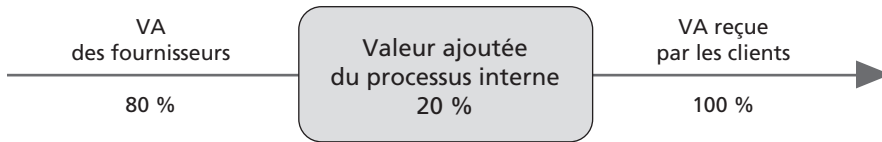

Figure 24 – Différentes valeurs ajoutées d'un flux industriel
La figure 24 montre les pourcentages de valeur ajoutée (VA) par les différents acteurs. Par exemple, dans l'automobile, 80 % de la valeur ajoutée vient des fournisseurs et 20 %, du processus interne. Il est donc évident que cette entité doit, pour être sous assurance qualité, s'assurer de la mise sous assurance qualité de ses fournisseurs.